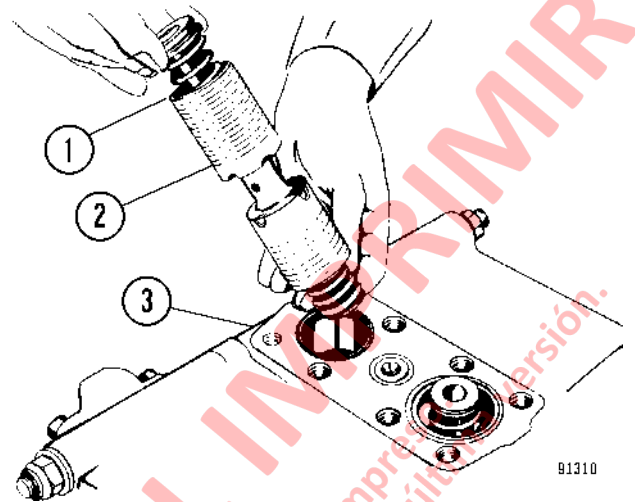

FIGURA 8-10. MONTAJE DEL CARRETE
3. Repita el Paso 2 para el extremo opuesto del carrete (20) para montar el resorte, el asiento del resorte y el extremo del carrete. Asegúrese que el resorte (16) sea de color azul. En el extremo inferior no están montados ni el cabezal móvil ni el tapón.
4. Lubrique el conjunto del carrete y móntelo con cuidado en la caja del carrete como se muestra en la Figura 8-10. Asegúrese que la ranura en "V" (1) en el conjunto del carrete (2) esté posicionada **hacia arriba**.
6. Repita el Paso 5 para el extremo inferior del carrete (14). Instale el resorte (16) que es de color azul, el asiento de resorte (2) y el extremo del carrete (15). Aplique Loctite a las roscas del extremo del carrete. Monte el extremo del carrete (15) y apriete a **34 N.m (25 ft. lbs.)**. Monte el cabezal móvil blanco (22). Aplique Dri-loc #204 a las roscas del tapón (3). Instale y apriete el tapón a **20 N.m (15 ft. lbs.)**.
7. Lubrique el carrete ensamblado y móntelo en la caja del carrete como se muestra en la Figura 8-10. Asegúrese que la ranura en "V" (1) esté **hacia arriba**.